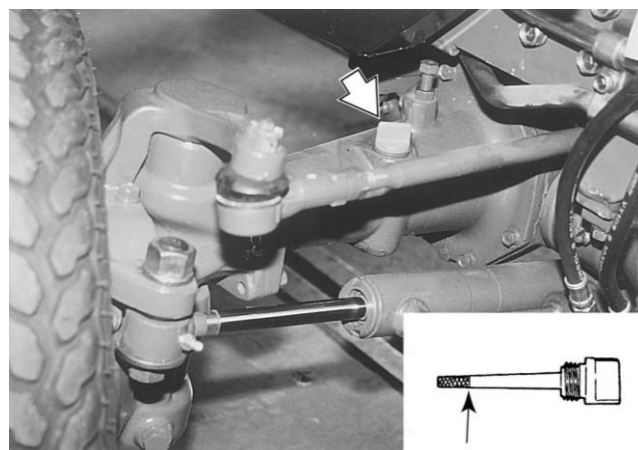

図78 ストップボルトと検油棒(給油栓)を回す
1. トラクタを停止状態にして、エンジンを停止し、検油棒で油量をチェックします(図78)。
6. 車軸ケースの右上にある検油棒(給油栓)を取り外し(図78)、指定されたタイプの新しいオイル(49ページ)を満たします。